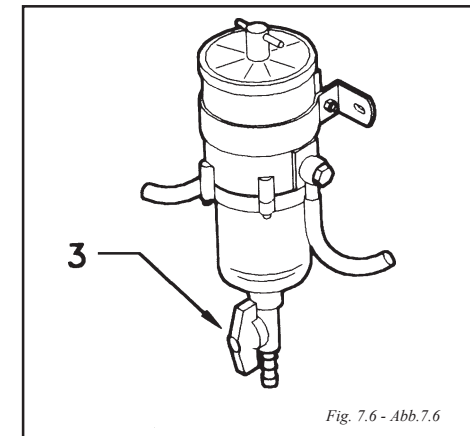

Fig. 7.6 - Abb.7.6
- Een kleine emmer o.i.d. onder het filter plaatsen en de vleugelmoer (3) aan de benedenkant van de accu losdraaien. (Zie afb. 7.6.)
Öppna kranen (3) (Fig 7.6) placerad under glasbehållaren och tappa av allt vatten. Stäng kranen igen och kontrollera att den inte läcker.
Einen kleinen Behälter unterstellen und die Flügelschraube (3) an der Unterseite des Filters lockern (Abb. 7.6). Das angesammelte Wasser ablaufen lassen. Die Flügelschraube wieder zudrehen, sobald Kraftstoff ohne Wasser ausläuft.
vand i et klart glas. Eventuelt vand vil bundfælde sig. Når evt. vand er aftappet lukkes aftapningstudsens igen, Kontroller at den er tæt. (fig. 7.6).